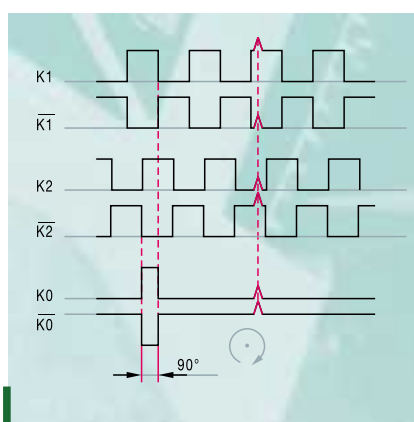

Bild 3: Rechtecksignale eines Doppel-Kanal Digital-Tachos mit Nullimpuls und invertierten Signalen zur Unterdrückung von überlagerten Störsignalen (➔ Seite 24).
Digital-Tachos geben bei Drehung der Welle eine Folge von **Rechteck-Impulsen** (➔ Bild 3) ab, deren Anzahl dem überstrichenen Winkel proportional ist („Winkelcodierer“). Die ab einem Referenzpunkt (Nullimpuls) gezählten Impulse sind ein direktes Maß für den Drehwinkel bzw. die **Position**, während aus der Anzahl der Impulse pro Zeiteinheit die **Drehzahl** ermittelt wird.
- **Doppel-Kanal** Digital-Tachos mit **Nullimpuls** (Referenzsignal): der zusätzliche, mit den zwei um 90° versetzten Ausgangssignalen $K1$ und $K2$ synchronisierte Nullimpuls $K0$ (➔ Bild 3 und 4) bietet die Möglichkeit, volle Umdrehungen zu zählen.
- **Invertierte Signale** erhöhen den Signal-Störspannungs-Abstand der Signalübertragung (➔ *Optimale Signalübertragung*, Seite 24): Zusätzlich zu den Ausgangssignalen $K1$, $K2$ und $K0$ stehen die invertierten Ausgangssignale $\bar{K1}$, $\bar{K2}$ und $\bar{K0}$ zur Verfügung (➔ Bild 3 und 4, Standard bei TTL-Rechteck- und Sinussignalen).